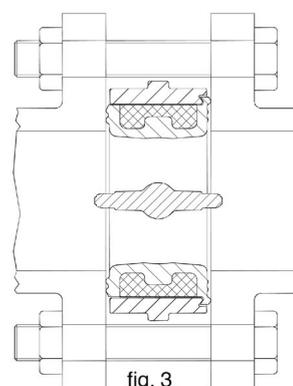

fig. 3
- Apoye la mariposa con la ayuda de dos tirantes que, pasando por los orificios de las bridas y las ranuras en el cuerpo de la válvula, permitirán un primer centrado normal entre las bridas. Cierre ligeramente los 4 tirantes (uno frente al otro) hasta que la válvula esté ligeramente fija y el centro del cuerpo de la válvula esté fijo respecto a las bridas del conducto (un error de  $\pm 1$  mm en un DN 50 y, proporcionalmente, de  $\pm 5$  mm en un DN 300 es más que suficiente). Cierre las 4 tirantes hasta que la válvula esté totalmente bloqueada, abra la mariposa por completo (fig. 3) e introduzca y cierre todos los demás pernos que requieran las bridas. La válvula no es especialmente sensible al par de tensión que genera el cierre de los pernos en las bridas. Aplique el par de tensión establecido según la normativa correspondiente, así como en función del material de atornillado.